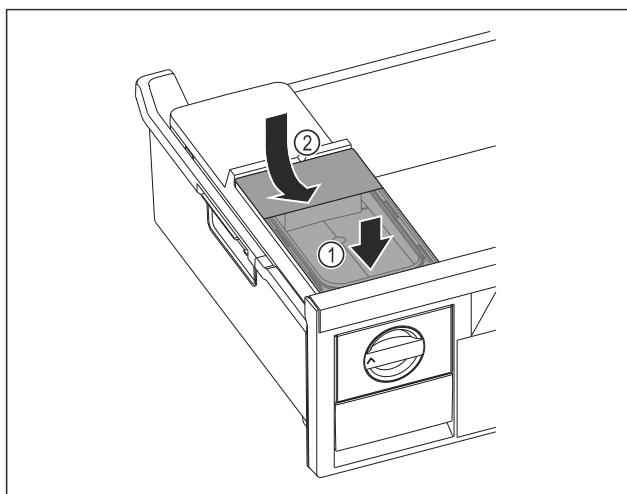

Fig. 101
- Postavite spremnik za vodu sprijeda. Fig. 101 (1)
- Spustite spremnik za vodu straga. Fig. 101 (2)